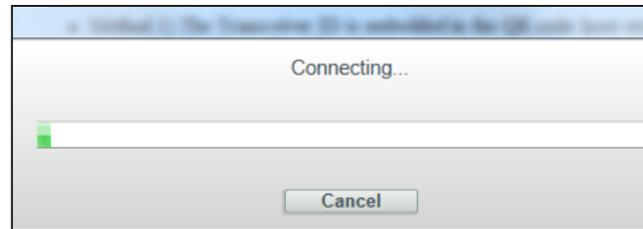

Figura 12. Barra de status do processo de conexão.
- (c) Uma barra de status é mostrada durante o processo de conexão. Ver Figura 12. Aguarde aproximadamente 10 segundos para a conclusão do processo de conexão ou clique no botão **Cancel** para cancelar.